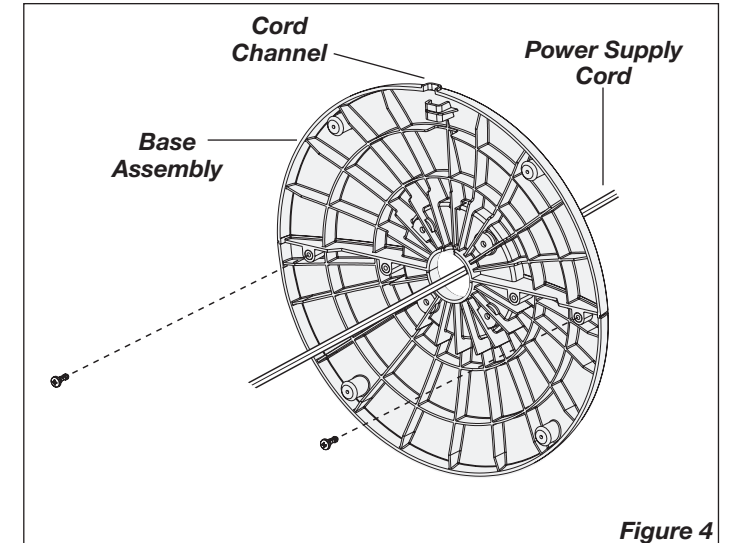

Figure 4
4. Secure the Base halves with (2) M4 X 13mm Screws. Thread the **Power Supply Cord** through the large hole in the **Base Assembly**. **NOTE:** The **Cord Channel** on the bottom of the **Base** should be towards the back of the Heater. (Figure 4)
4. Fije las mitades de la base con (2) tornillos M4 X 13 mm. Pase el **Cable Eléctrico** por el gran orificio que se encuentra del **Conjunto de la Base**. **NOTA:** El **Canal Para Cable** en la parte inferior de la base debe estar hacia la parte posterior del Calefactor. (Figure 4)